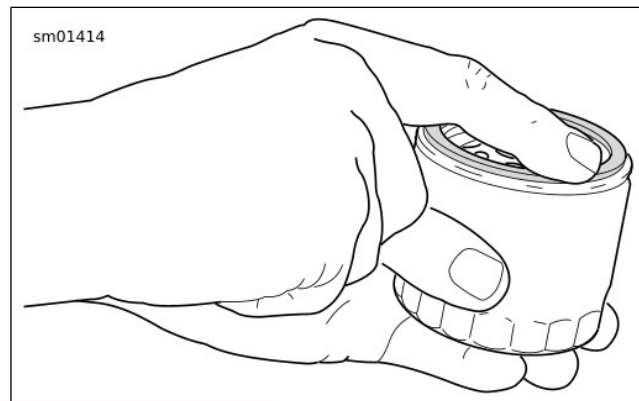

Figure 67. Lubrification du nouveau joint du filtre à huile
7. Voir Figure 67 . Poser un filtre à huile **neuf**.